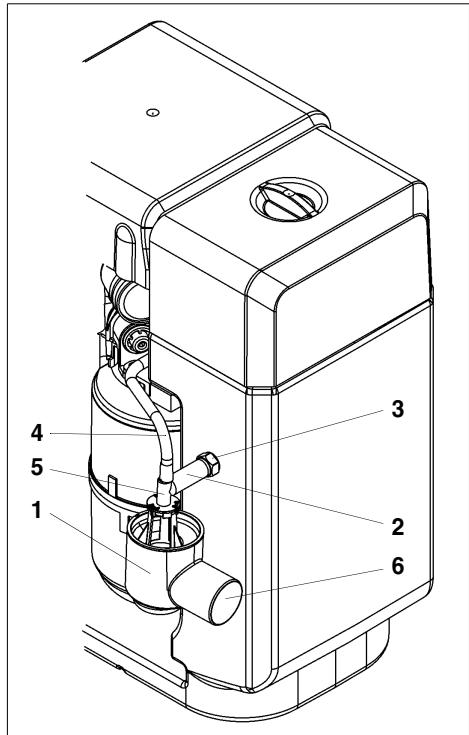

Fig. 10 :
Le siphon préassemblé (1) avec le morceau de flexible (2) est à monter sur le raccord du trop plein (3) situé à l'arrière du réservoir de sel/saumure (cf. fig. 10).
Emboîter le flexible d'évacuation de l'eau de régénération (4) sur le raccord supérieur (5) du siphon (cf. fig. 10).
Installer une conduite d'évacuation gravitaire en DN 50 fixée avec des colliers sur le mur sur le raccord (6) du siphon jusqu'à la conduite d'évacuation (cf. fig. 10). Un raccord d'évacuation convenablement dimensionné selon DIN 1986 (par ex. siphon de sol) doit être disponible.